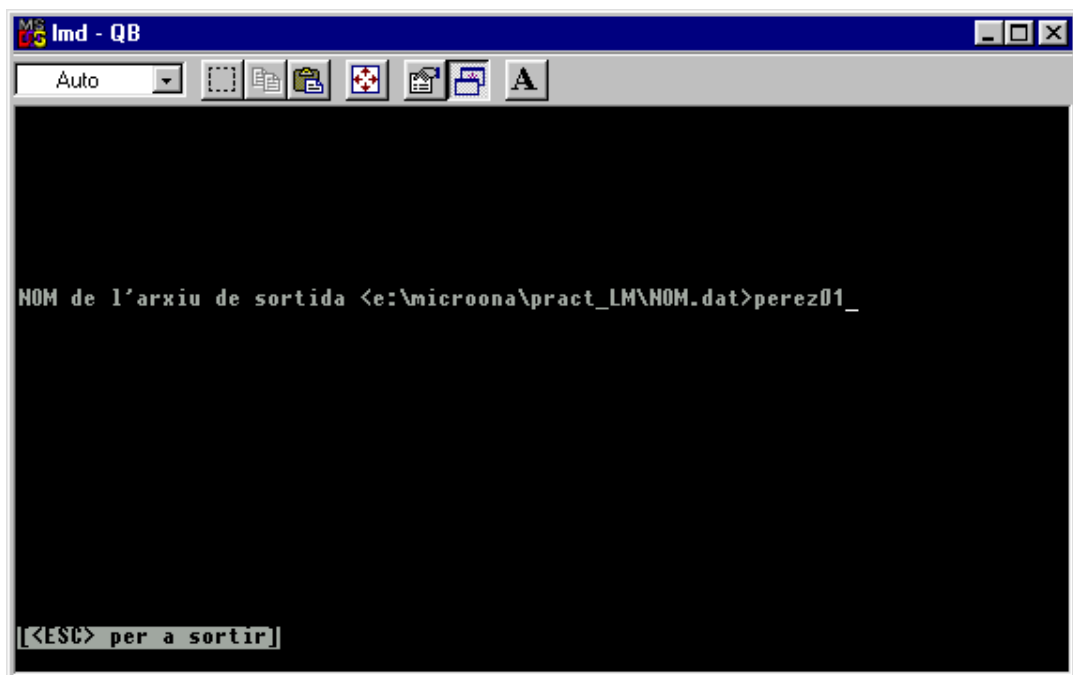

Figura 18
- f) *Arxivament de les dades.* Per tal de salvar les mesures en un arxiu (figura 18), introduïu el disquet de treball (3,5", 1,44 Mb) a la disquetera A i seleccioneu: